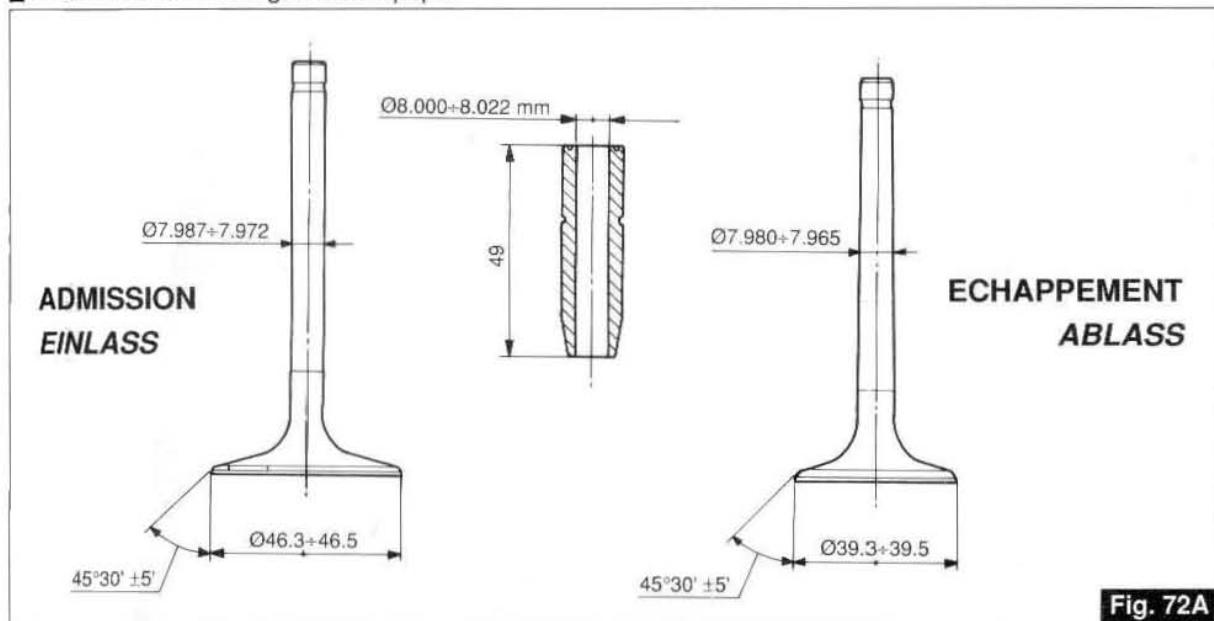

Fig. 72A
- pressez les guides de soupapes à l'aide du pointeau; réalisez le diamètre des trous de coulissemement des tiges de soupapes à la valeur prescrite (Fig. 72A).
- mit der Stanze die Ventilführungen festdrücken; mit einer Reibahle die Ventile nacharbeiten und hierbei den Innen-Ø auf den vorgeschriebenen Wert vergrößern (Fig. 72A).